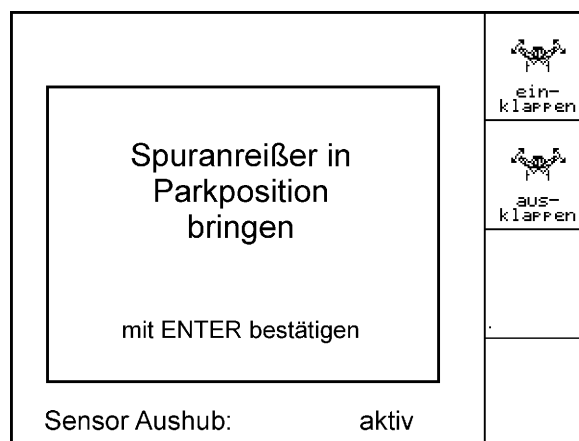

Fig. 73
- Wichtig! Zuvor Spuranreißer in Transportposition bringen (Fig. 73).**